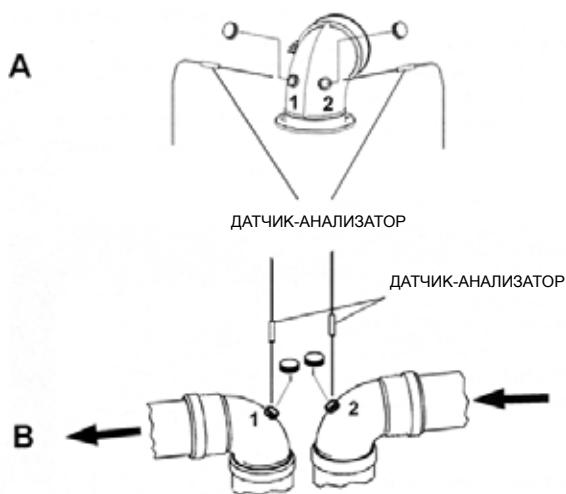

Рис. 14 Примеры мест для контроля дымовых газов
- измерить температуру воздуха для горения через отверстие 1 (см. (A) Рис. 14 Примеры мест для контроля дымовых газов для котлов с герметичной камерой сгорания, укомплектованных трубами со специальными отверстиями).
- измерить температуру дымовых газов и содержание CO2 через отверстие 2 (см. (A) Рис. 14 Примеры мест для контроля дымовых газов для котлов с герметичной камерой сгорания, укомплектованных трубами со специальными отверстиями).
- измерить температуру воздуха для горения через отверстие 2 (см. (B) Рис. 14 Примеры мест для контроля дымовых газов для котлов с герметичной камерой сгорания, укомплектованных трубами со специальными отверстиями).
- измерить температуру дымовых газов и содержание CO2 через отверстие 1 (см. (B) Рис. 14 Примеры мест для контроля дымовых газов для котлов с герметичной камерой сгорания, укомплектованных трубами со специальными отверстиями).